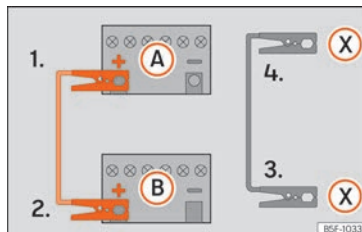

Abb. 155 Anschlusschema für Fahrzeuge mit Start-Stopp-System.
Starthilfekabel nur in folgender Reihenfolge an-klemmen 1 > 2 > 3 > 4 »» (Abb. 155).
Fahrzeuge mit Start-Stopp-System: Klemmen Sie ein Ende des schwarzen Starthilfekabels (X) an einen geeigneten Masseanschluss, ein massives, fest mit dem Motorblock verschraubtes Metallteil oder an den Motorblock selbst »» (Abb. 155).
5. Klemmen Sie das andere Ende des schwarzen Starthilfekabels (X) im Fahrzeug mit der entladenen Batterie an ein mit dem Motorblock verschraubtes, massives Metallteil oder an den Motorblock selbst, aber so weit wie möglich von der Batterie A entfernt an.